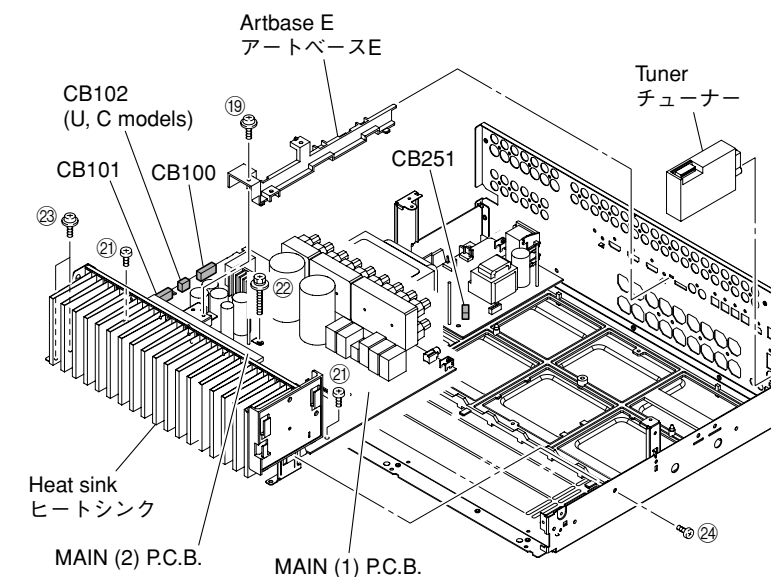

Fig. 6
- Remove the tuner. (Fig. 6)
**9. Removal of MAIN (1) and (2) P.C.B.s**
- Remove screw (19) and then remove the artbase E. (Fig. 6)
- Remove 2 screws (21), screw (22), 2 screws (23) and screw (24). (Fig. 6)
- Remove CB100, CB101, CB251 and CB102 (U, C models). (Fig. 6)
- Remove MAIN (1) and (2) P.C.B.s together with the heat sink. (Fig. 6)
- チューナーを取り外します。(Fig. 6)
- ⑲のネジ1本を外し、アートベースEを取り外します。(Fig. 6)
- ㉑のネジ2本、㉒のネジ1本、㉓のネジ2本、㉔のネジ1本を外します。(Fig. 6)
- CB100、CB101、CB251を外します。(Fig. 6)
- MAIN(1)、(2)P.C.B.をヒートシンクと一緒に取り外します。(Fig. 6)